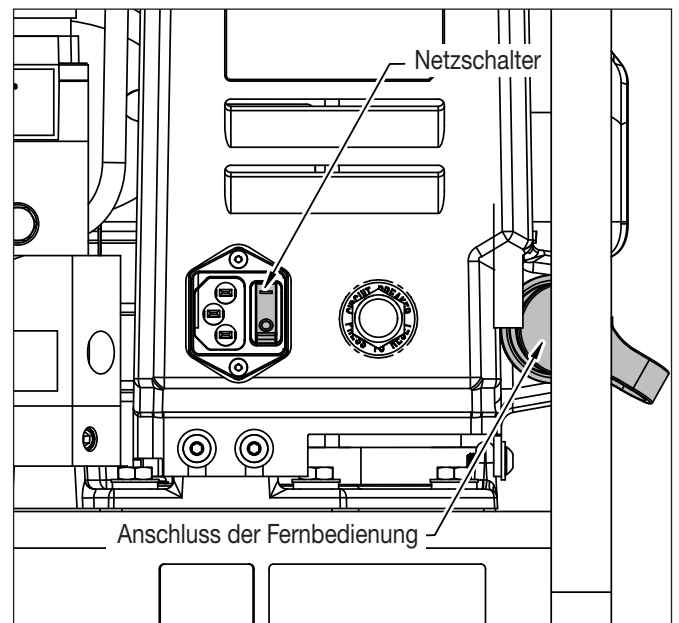

Abbildung 2: Netzkabel und Anschluss für Kabelfernbedienung
2. Installieren Sie das entsprechende Netzkabel in die in Abbildung 2 gezeigte Buchse.
3. Entfernen Sie die Staubschutzkappe vom Anschluss an der Vorderseite der Pumpe und schließen Sie das Kabel der Fernbedienung an. Siehe Abbildung 2.
4. Stellen Sie sicher, dass der Pumpenschalter ausgeschaltet ist (O). Siehe Abbildung 2.